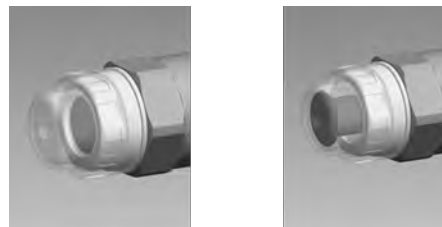

Fig. 9: Capteur visuel de rupture de la membrane, non déclenché et déclenché
Dans les capteurs de rupture **visuels**, le cylindre rouge (6) noyé est éjecté vers l'avant sous le couvercle transparent (7) et devient alors clairement visible Fig. 9.